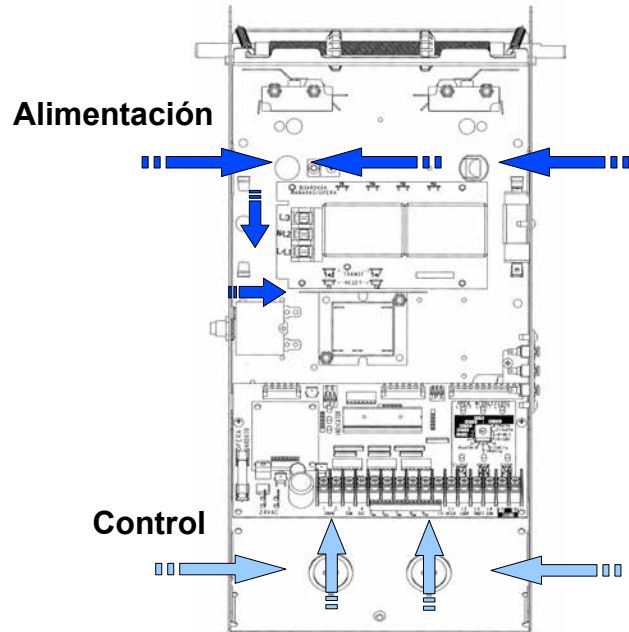

Figura 18 - Conexiones de bajo voltaje (control) y alto voltaje (alimentación)
1. Pasar los cables de línea de alimentación, ya sea desde la derecha o desde la izquierda de la caja de control, como se muestra en la Figura 18.
2. Guiar todos los cables de control de baja tensión, como se muestra en la Figura 18. MANTENER LOS CABLES DE BAJA TENSIÓN SEPARADOS DE LOS CABLES DE ALIMENTACIÓN.